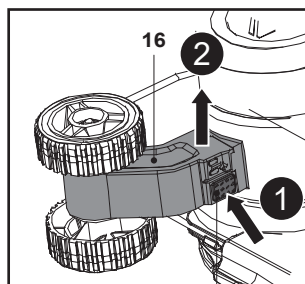

Fig. 3
2. Apasă butonul de eliberare (16a) și scoate accesoriu pentru margini (16) din suportul acestuia (14a) (fig. 3).